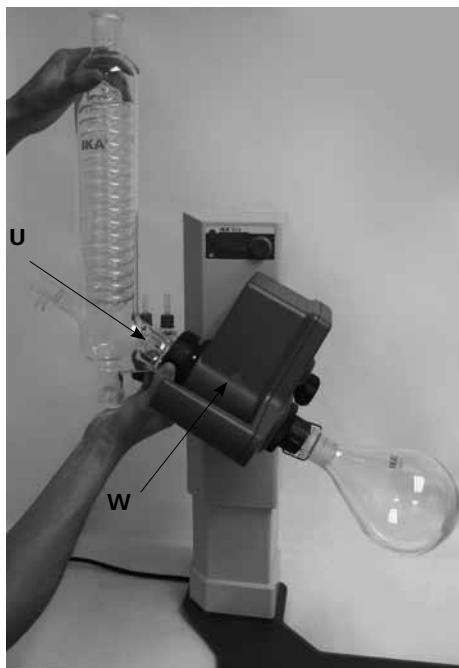

Fig.18
- 냉각콘덴서에 캡 너트를 넣고 냉각콘덴서의 플랜지 (U)에 스프링 링을 붙칩니다.
- 회전 드라이브(W)에 냉각콘덴서를 놓고 손으로 캡 너트를 조입니다.(Fig.18)